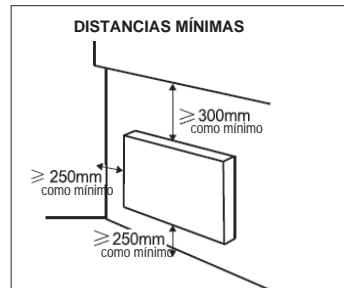

FIG 1
- Respete las distancias mínimas que se indican en la fig. 1.